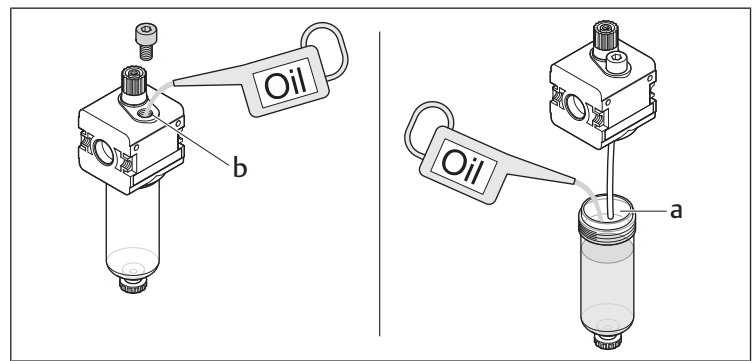

Abb. 4: Ölbehälter manuell befüllen
3. Befüllen Sie den Behälter mit geeignetem Pneumatiköl, bis das Öl die auf dem Behälter markierte maximale Füllhöhe erreicht hat (→ Abb. 4). Das geeignete Pneumatiköl finden Sie im Online-Katalog.
- ▶ Befüllen Sie den Behälter mit geeignetem Pneumatiköl bis das Öl die auf dem Behälter markierte maximale Füllhöhe erreicht hat (→ Abb. 4 a).